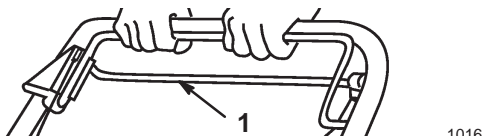

Figure 16
2. Pour débrayer la transmission d'autotraction, relâchez la barre de commande (Fig. 16).